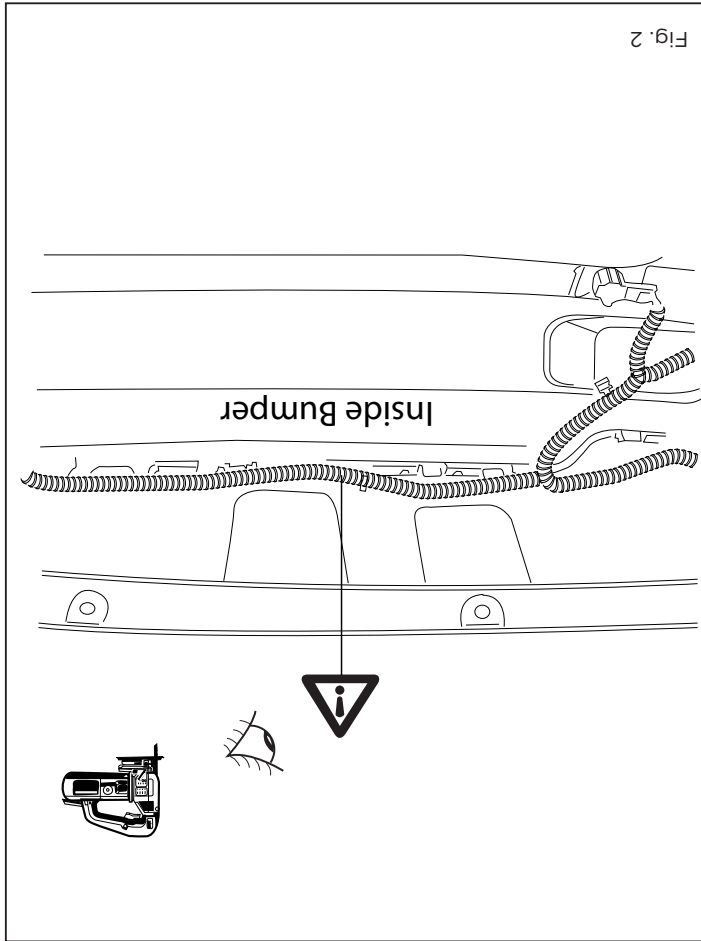

Fig. 2
7. **BEI AUTOS MIT PDC:** Vor dem Heraussägen prüfen, daß keine, dort eventuell vorhandene Leitungen beschädigt werden können. Siehe Abbildung 2.
6. SUR LES VÉHICULES ÉQUIPÉS DE PDC : Veiller en scier à ne pas endommager les conduites de électrique. Voir la figure 2.